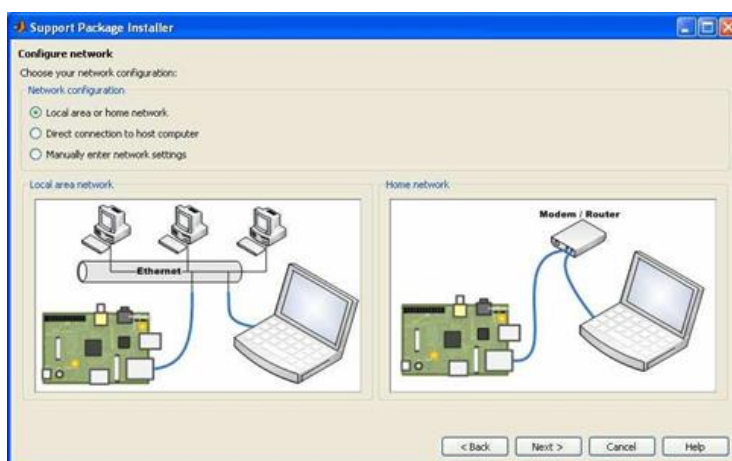

Рис. 2. Варианты подключения Raspberry Pi к сети
7. Выбрать вариант подключения Raspberry Pi к хост компьютеру с МатЛАБ. Это необходимо для последующей начальной настройки Raspbian Wheezy на SD карту RPi, как показано на рис. 2.